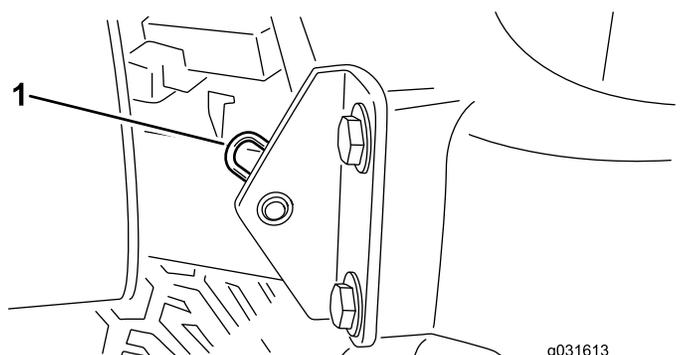

Рисунок 42
2. Снимите игольчатый шплинт крепления оси поворота капота к монтажным кронштейнам (Рисунок 42).